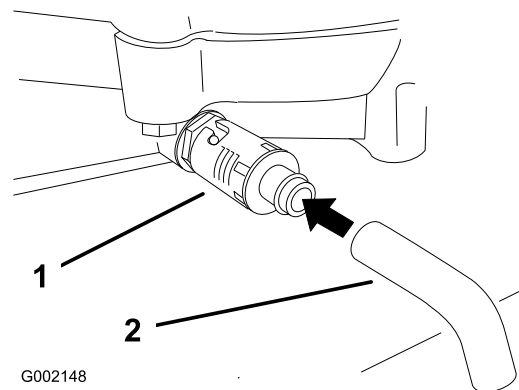

Bild 22
4. Stellen Sie eine Auffangwanne unter den Ablass. Drehen Sie das Ölablassventil, damit das Öl herauslaufen kann (Bild 22).